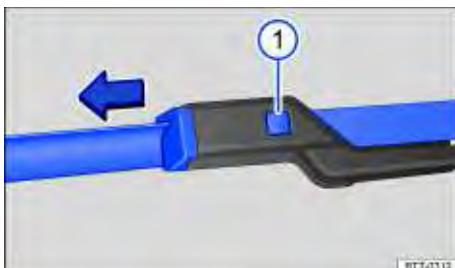

Fig. 111 Substituir as palhetas dos limpadores do para-brisa.
- Manter o botão de destravamento → Fig. 111 ① pressionado e, ao mesmo tempo, retirar a palheta do limpador do para-brisa no sentido da seta.